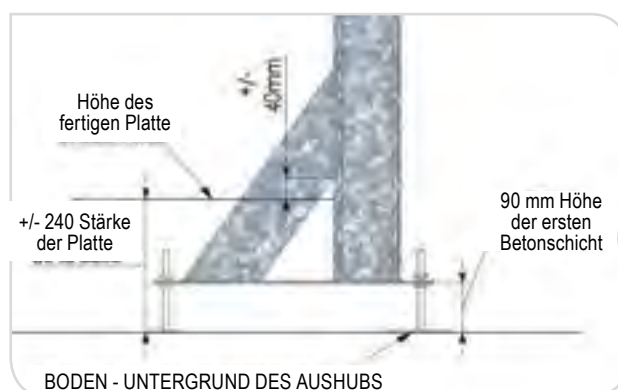

Abbildung 7 – Ausschnitt des Hebers
In den unteren Ecken werden diese flachen Stangen von einem Heber des Typs AR zusammengehalten (Ausschnitt *Abbildung 7*).
- ! Konsultieren Sie die Abbildungen *Abbildung 7* und *Abbildung 11*, um die richtige Höhe der Betonplatte im Verhältnis zu den Pfosten zu bestimmen.